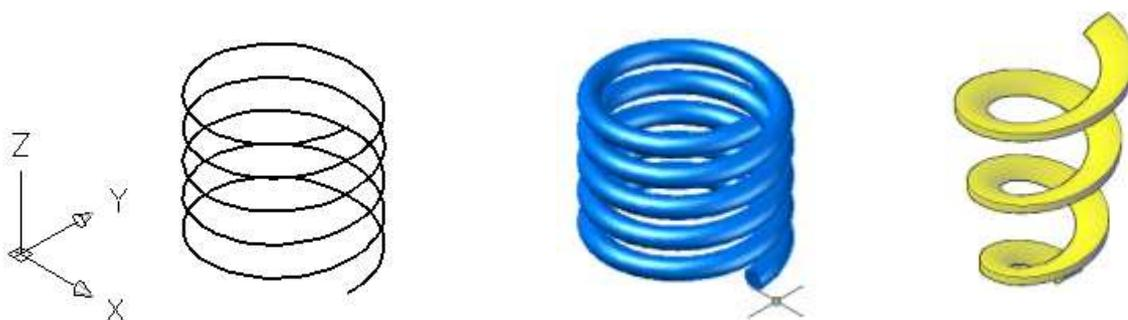

Рис. 35
- укажите высоту спирали (рис. 35).